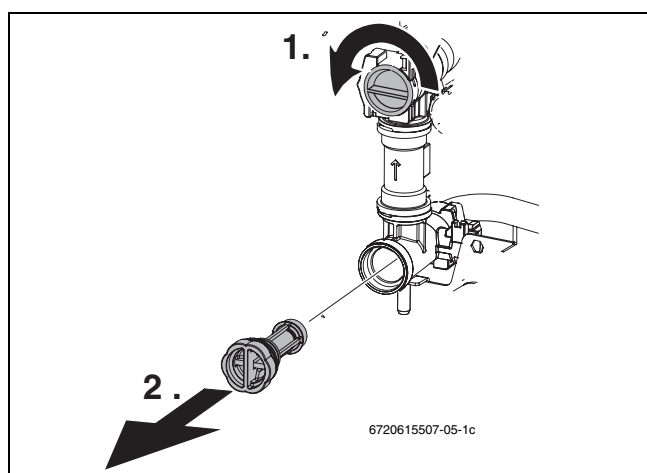

Fig. 45
- Contrôler l'encrassement du filtre à l'entrée eau froide sanitaire (→ fig 45).